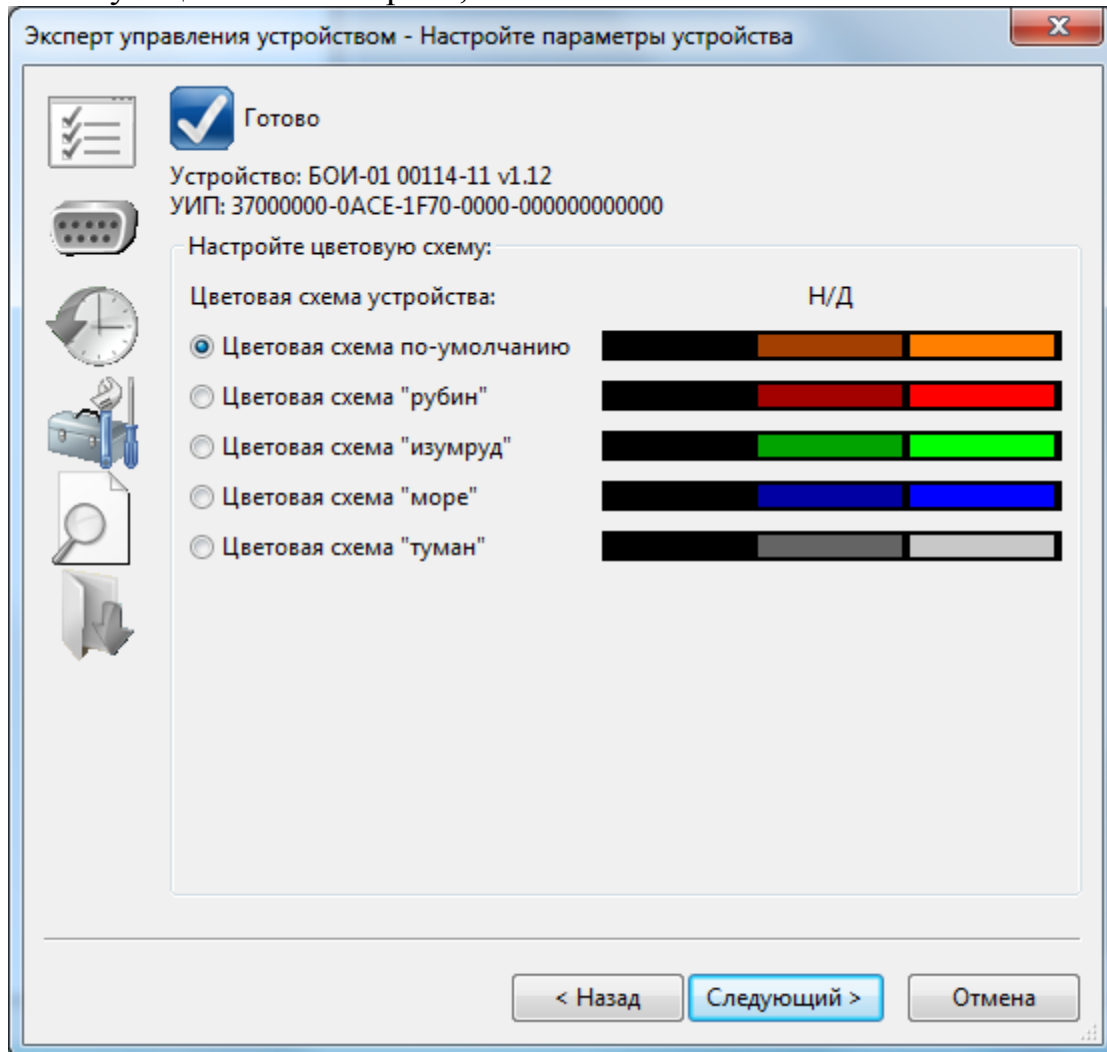

Рис.38 – Окно настроек параметров БОИ-01
2.10.4.4. **Настройка параметров БОИ-01** производится в соответствующем окне настроек, показанном на Рис.38: